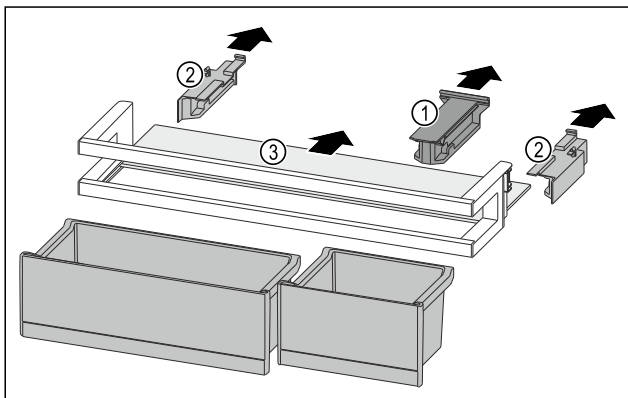

Fig. 119
- Retire la pieza de retención Fig. 119 (1).
- Retire las partes laterales Fig. 119 (2).
- Retire el estante Fig. 119 (3).